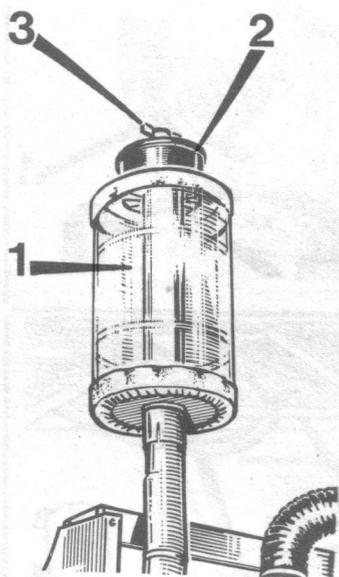

FIG. 45
- MOTEUR** (FIG.45)
- nettoyer la toile du préfiltre (1) et la cuve à poussière du filtre à cyclone (2) en dévissant l'écrou à ailettes (3)